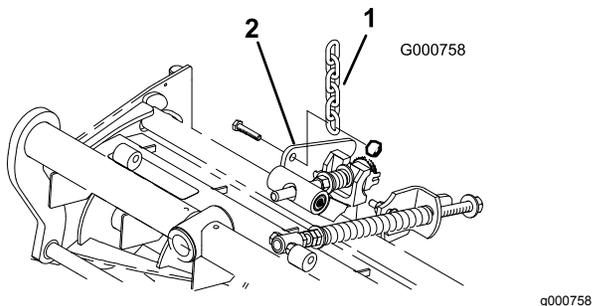

Figura 17
12. Retire la tuerca que fija el soporte del muelle de compensación del césped a la pletina de estabilización de la unidad de corte (**Figura 17**). Instale la cadena de volteo en el tornillo de caperuza y fíjela con la tuerca que retiró anteriormente.